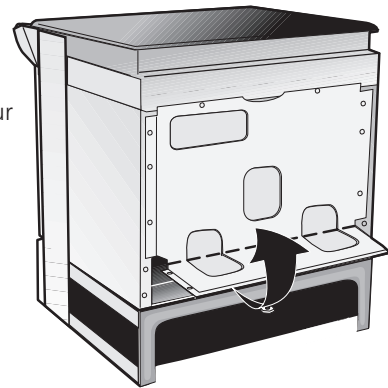

Figure 2
1. Enlevez les 3 vis situées à l'extrémité inférieure du couvercle arrière de fils, puis redressez l'extrémité inférieure du couvercle (couvercle d'accès) pour atteindre les bornes du bloc de connexion de la cuisinière (voir figure 2).
1. Enlevez les 3 vis situées à l'extrémité inférieure du couvercle arrière du filage, puis redressez l'extrémité inférieure du couvercle (couvercle d'accès) pour atteindre les bornes du bloc de connexion de la cuisinière (voir figure 2).